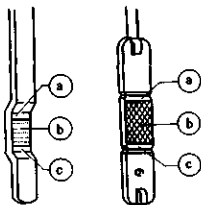

图 2-107 检查润滑油液面高度
3) 拔出润滑油尺，读取机油液面高度数值，如图 2-107 所示。注意：润滑油液面高度不要超过润滑油尺上的 a 标记位置。